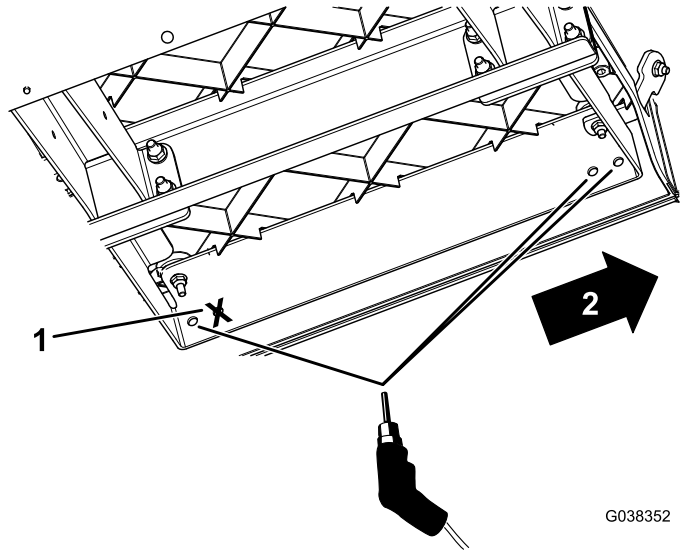

Figura 6
8. Usando los soportes nuevos de la chapa de suelo como guía, perforo 3 orificios (⅜" de diámetro) en cada chapa de suelo (Figura 6).
Importante: Perfore solamente los 2 orificios delanteros en los nuevos soportes de la placa del suelo y el orificio trasero más lejano, como se muestra en la Figura 6.